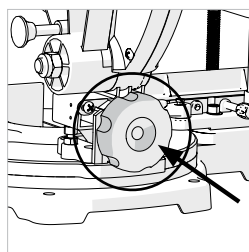

Fig. 21A
- Allentare la vite di bloccaggio conico. (**Fig. 21a**)